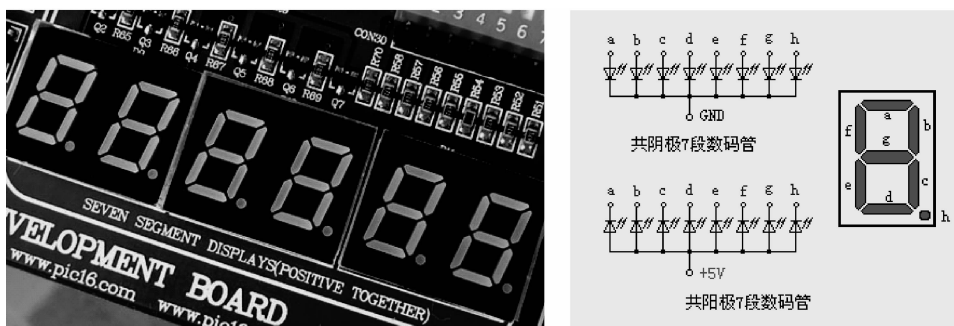

图 1-1-7 发光二极管
② 发光二极管：发光二极管通常由砷化镓、磷化镓等材料制成。当有电流通过时，管子可以发出光来。发光二极管常用来作为显示器件，除单个使用外，也常做成七段数码显示器(图 1-1-7)。
③ 变容二极管：变容二极管是利用 PN 结的电容效应工作的一种特殊二极管，它工作